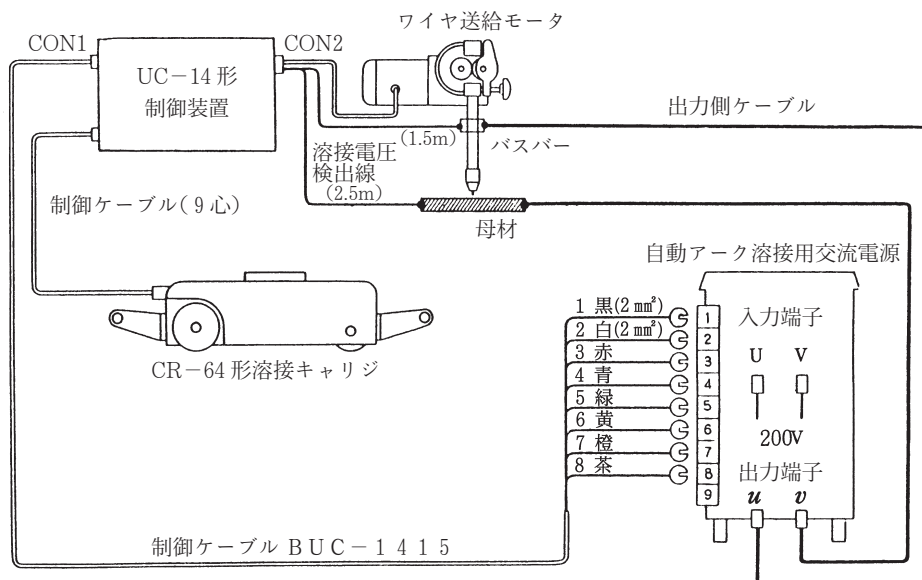

図2. 外部接続図
- (1) 溶接電源の出力端子を、オートメルト溶接機の本機に接続してください。ケーブルの太さは500～600Aあたり100mm²が必要です。
- (2) 本機から出ている制御ケーブル(9心)のプラグを、キャリジの制御用コンセントに接続してください。
- (3) オートメルト溶接機のワイヤ送給モータから出ている制御ケーブルのプラグを、本機の制御用コンセントCON2に接続し、そのプラグから分かれている2本の溶接電圧検出線をバスバーと母材に接続してください。
- (4) 制御ケーブルBUC-1415(15m)のプラグを本機の制御用コンセントCON1に接続し、接続端子を溶接電源の制御用端子台に接続してください。(図2参照)